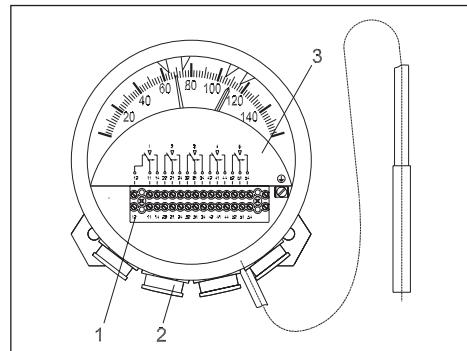

Fig. 3
4.1 Raccordement des microrupteurs (fig. 3)
Installez les passe-câbles joints avec les câbles de connexion, conformément au dessin en annexe (fig. 8). Veillez à ce que l'anneau d'étanchéité du passe-câble enveloppe bien les câbles et ne laisse échapper aucun liquide. Raccordez chaque fil sur la réglette à bornes (fig. 3/1) conformément au schéma de connexions (fig. 3/3) imprimé sur le couvercle.